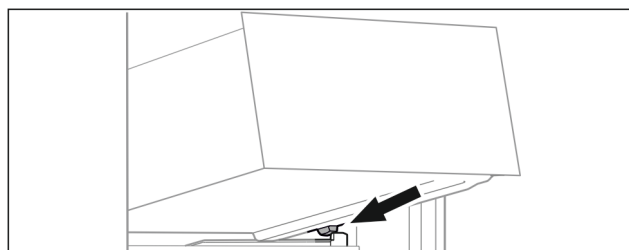

Fig. 100
- ▶ Predal postavite v poševnem položaju za zaustavljalniki na nastavek za posodo. (glejte Fig. 100)